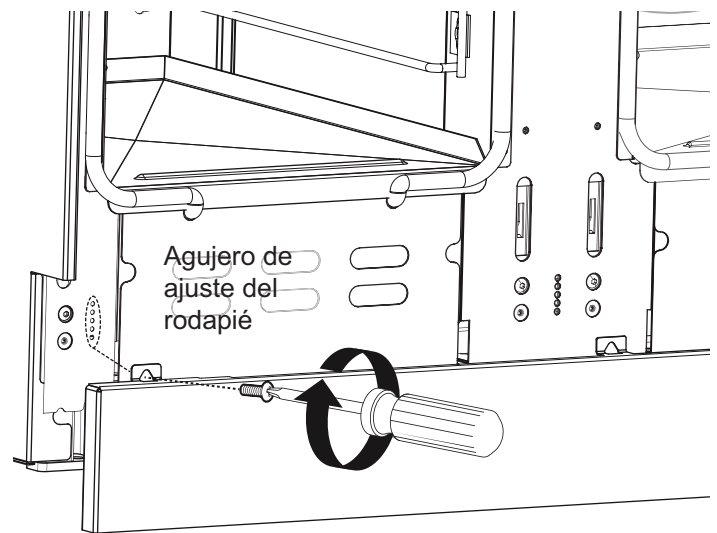

Figura 28: Ajuste del rodapié
3. Coloque el rodapié en una de las cinco posiciones de los agujeros para los tornillos, como se ve en la *Figura 28*. Reinstale los tornillos Torx.